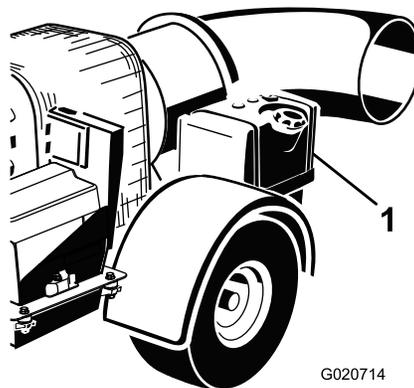

Рисунок 8
2. Очистите область вокруг крышки топливного бака и снимите ее (Рисунок 8).